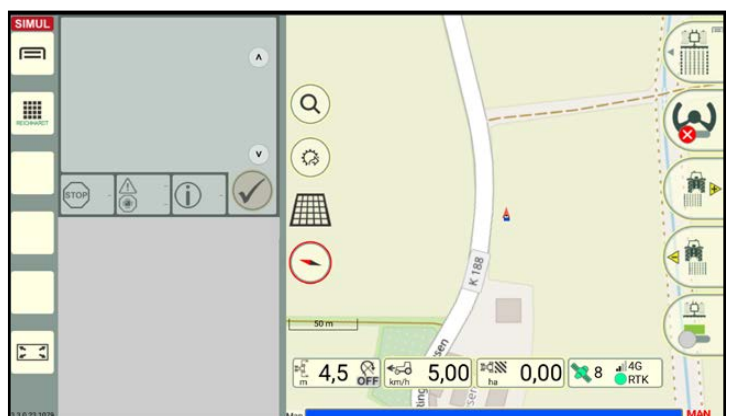

Abb. 312: SMART GUIDE mit Open Street Map als Hintergrund
- mit der Open Street Map (siehe Abb. 312),